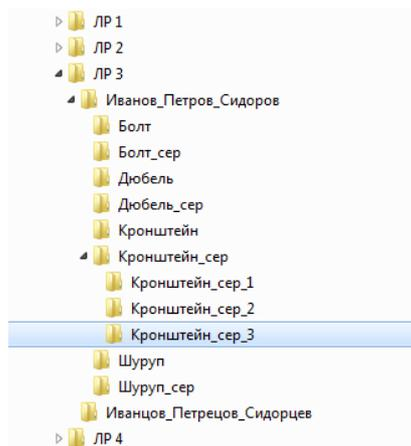

Рисунок 3.5
3. На внешнем носителе (флешке) создать структуру каталогов для сохранения данных сканирования – папки с номером лабораторной работы/фамилиями участников подгруппы/названия модели/сканов модели по номеру режима яркости (Рисунок 3.5).
5. Создайте новый проект для модели, например, «Кронштейн_сер_3» (Рисунок 3.5) в одноименной папке, которые создали на шаге 3. Это будет означать, что модель Кронштейн_сер сканируется в режиме яркости 3.